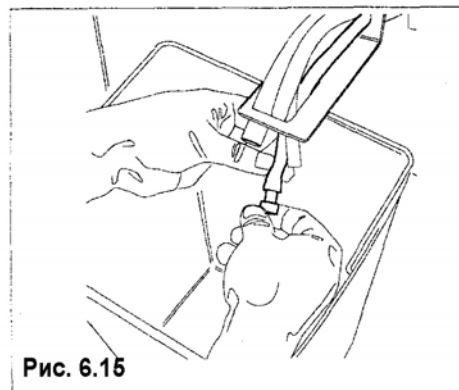

Рис. 6.15
- Полностью опорожнить бак для горячей воды и резервуар с поплавком, вынув пробку из шланга, расположенного вдоль спускного желоба (рис. 6.15).